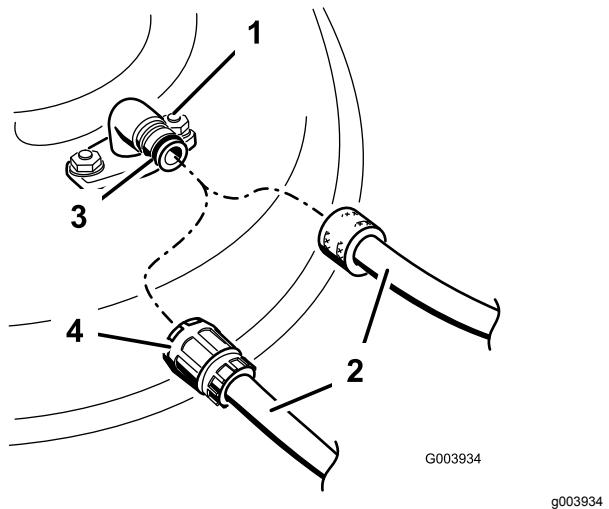

Figure 16
4. Branchez un flexible au raccord de lavage et ouvrez l'arrivée d'eau à fond (Figure 16).